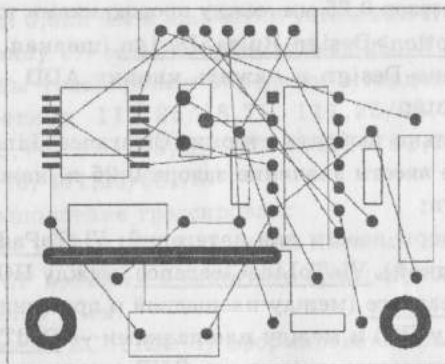

Рис. 2.15. Состояние заданного проекта при входе в программу SPECCTRA
- после Place>Autoplacement>Command Line снять флажок в поле Quit when done, нажать кнопки OK>Start и ответить утвердительно на вопросы системы — откроется ГИ пользователя программы Specetra (см. рис. 1.3) с загруженным проектом в виде, представленном на рис. 2.15.